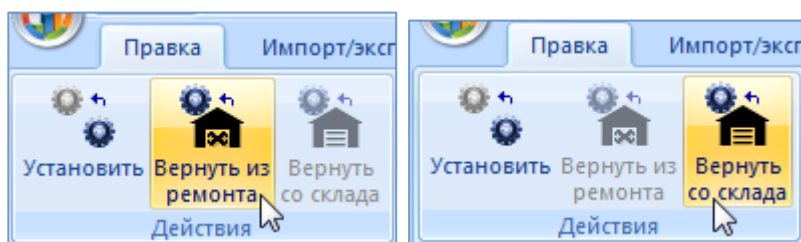

Рис. 13-138 – Панель «Действия»
5) Если для данного экземпляра ПКИ существует актуальное движение в ремонтную организацию или на склад, то на панели «Действия» будет активной соответствующая кнопка «Вернуть из ремонта» для типа снятия «Отправлен в ремонт» или «Вернуть со склада» для типа снятия «Передача на хранение». Выбрать нужное актуальное движение и нажать активную кнопку для возвращения экземпляра ПКИ на место установки (рис. 13-138).